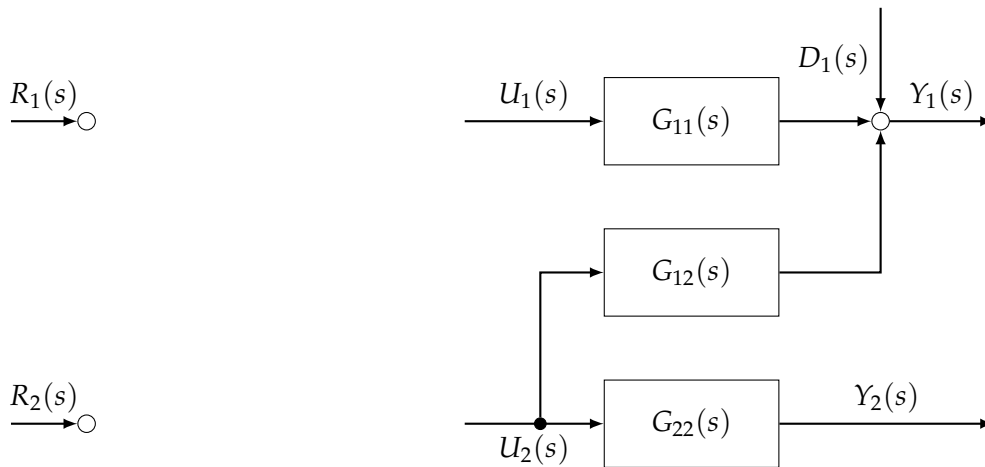

Abbildung 2: Blockschaltbild
Gegeben ist das Blockschaltbild in Abb. 2 mit:
- Erweitern Sie das Blockschaltbild in Abb. 2 um die o. g. Regler!